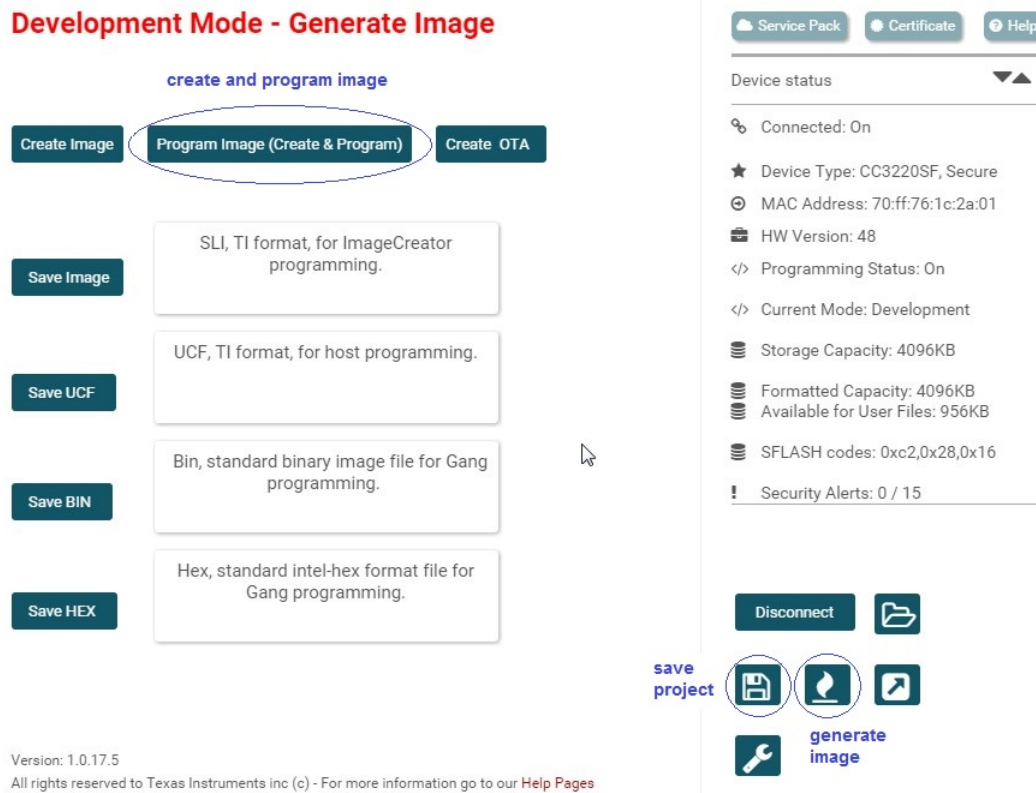

图 13. 编程映像 (Program Image) 和生成映像 (Generate Image)
- 保存项目并单击生成映像 (Generate Image) 图标 (请参见图 13)。
- 单击编程映像 (Program Image) 按钮 (请参见图 13)。现已将映像编程到器件。